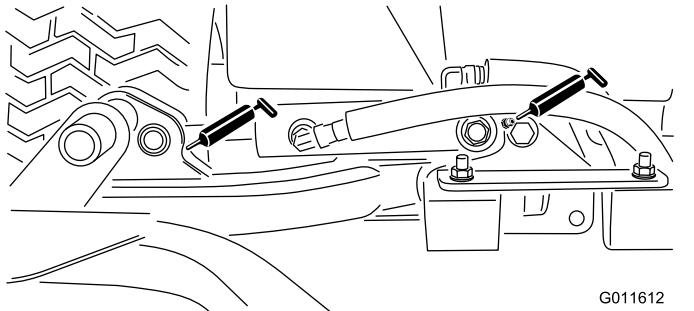

Figura 61
- Cilindri del braccio di sollevamento degli apparati di taglio (2 ciascuno) - Figura 61
- Perni orientabili del braccio di sollevamento (1 ciascuno) - Figura 61